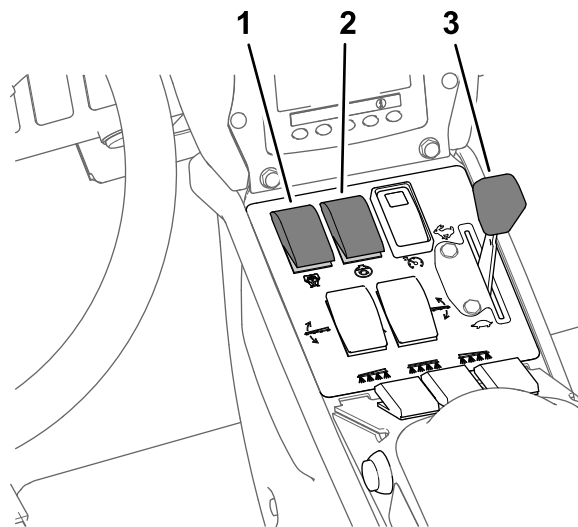

図 42
8. 攪拌スイッチとポンプスイッチを ON 位置にする図 42。
9. スロットルを高速位置とする図 42。
注 以下の手順は散布用ポンプが ON 状態であることを前提としています 図 42 散布率モードでの散布 (ページ 32) を参照。
4. 希望する散布に合わせてスロットル位置を調整する 図 42 散布率モードでの散布 (ページ 32) を参照。